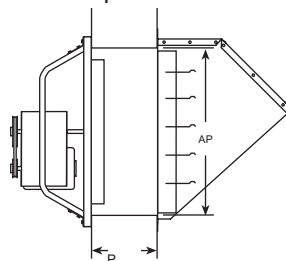

**Figura 4 — Colocación del Filtro para Pájaros en la Cubierta Ensamblada**
- Deslice el filtro para pájaros por la parte inferior de la cubierta ensamblada por medio de las aberturas que se encuentran en la parte inferior. Consulte la Figura 4. Coloque el filtro para pájaros en el bastidor y apóyelo sobre los rebordes que se encuentran a cada costado. Fije el filtro a cada costado utilizando los tornillos de plancha de 5/8" de largo.